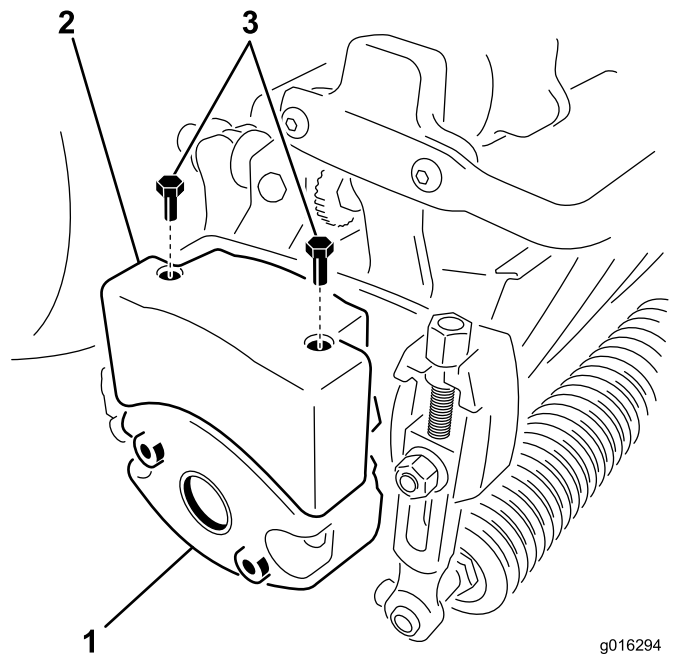

Bild 11
- Nehmen Sie die zwei Schrauben ab, mit denen der Ballast an der Seite des Mähwerks befestigt ist (Bild 11).
- Befestigen Sie den oberen Ballast mit zwei Sechskantschrauben am Mähwerk (Bild 11).